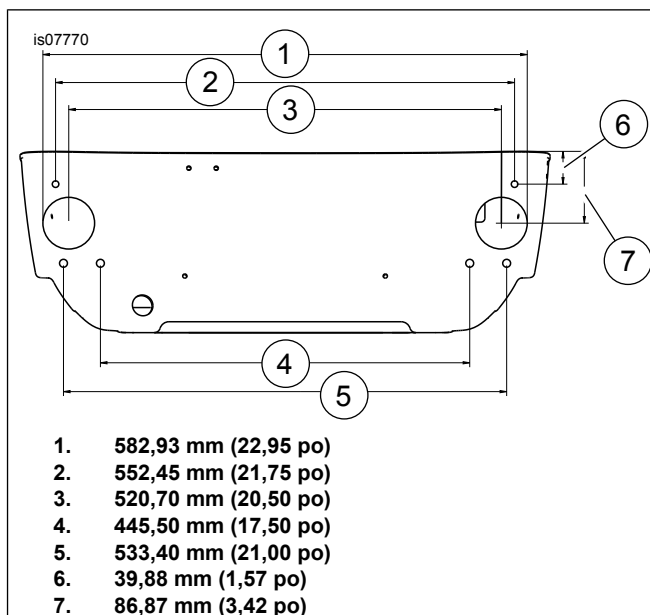

Figure 2. Dimensions de référence d'emplacement des trous (approximatives)
5. Vérifier les mesures des repères de trou selon les dimensions approximatives fournies dans Figure 2. Vérifier que le trou de 63,5 mm (2,5 po) ne se rompra pas sous le coin extérieur du Tour-Pak. Ajuster les repères de trou si nécessaire.